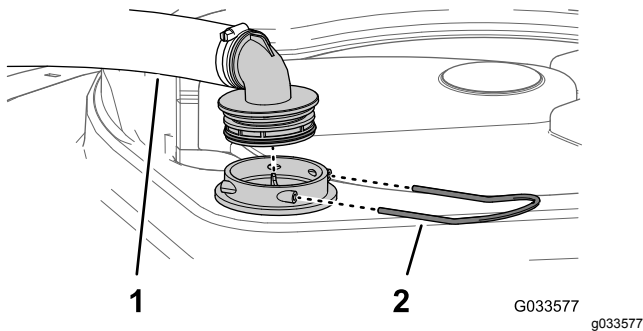

Figura 53
2. Na parte superior do depósito do pulverizador, retire a fixação que prende a união da mangueira unida à tubagem grande da estrutura do filtro (Figura 53).
3. Retire a tubagem e a união da tubagem da estrutura do filtro (Figura 53).